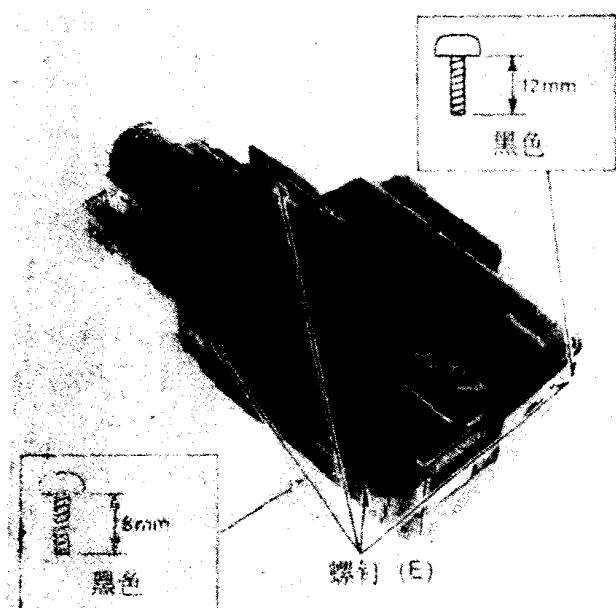

图 2-5
- (1) 卸掉图 2-5 中的 4 个螺钉(E)
- (2) 轻轻地提起左侧盖。然后断开左侧盖上的接线器。